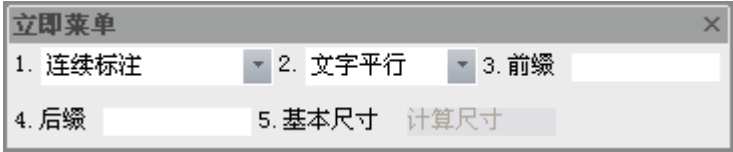

图 3-22 连续标注立即菜单 2
- 2) 如拾取的是【第一引出点】，则此引出点为尺寸基准界线的引出点，按提示拾取第二引出点后，立即菜单变为如图 3-22 的内容。